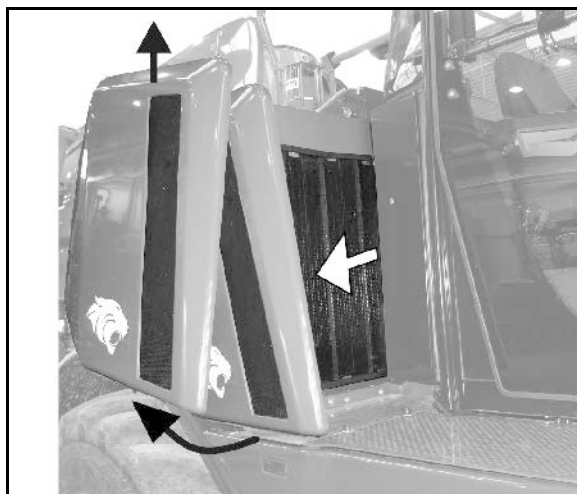

Fig. 170
1. Trykk strammerullen (Fig. 170/1) med en stikknøkkel (Fig. 170/3) i pilens retning til det kan fikses en holdestift Ø6mm (Fig. 170/4) i monteringshullet.
Kileribbereimen (Fig. 170/2) er nå spenningsfri.
2. Trekk kileribbereimen (Fig. 170/2) først av den minste rullen hhv. av strammerullen.
4. Legg på ny kileribbereim (Fig. 170/2).
6. Stram kileribbereimen på nytt med strammerull og stikknøkkel (Fig. 170/3). Kontroller, at kileribbereimen ligger an riktig i føringen.